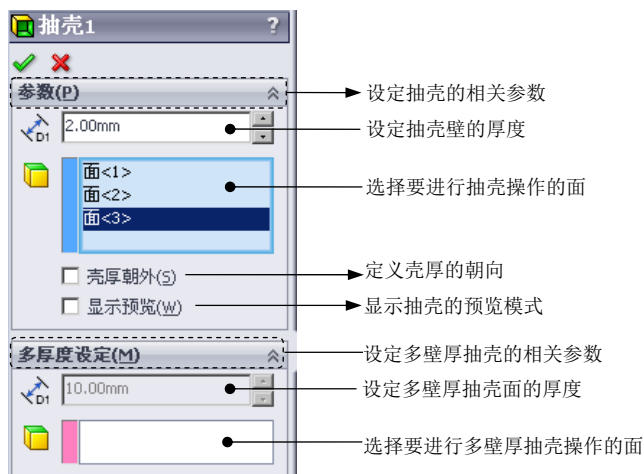

图 3.10.2 “抽壳 1”对话框
Step2. 选择命令。选择下拉菜单 **插入(I)** → **特征(F)** → **抽壳(S)** 命令，系统弹出图 3.10.2 所示的“抽壳 1”对话框。